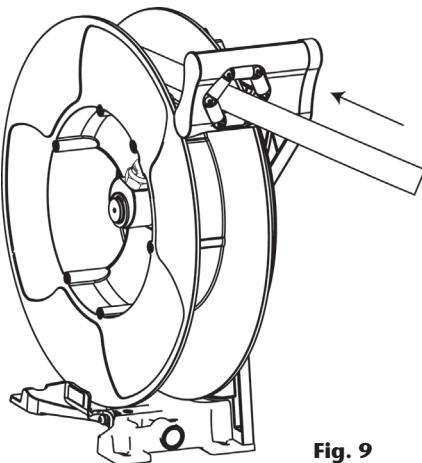

Fig. 9
5. Libere el trinquete y acompañe lentamente la manguera al recogerse (fig. 9)